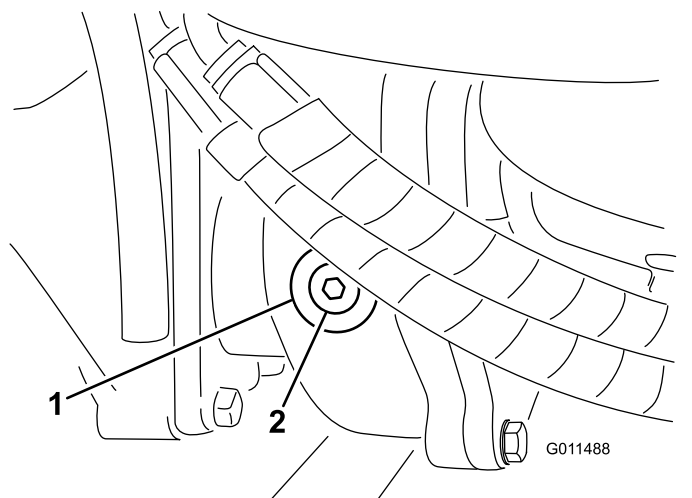

Figure 107
2. Enlevez le bouchon de contrôle/remplissage du côté gauche du boîtier d'engrenages et vérifiez que le lubrifiant atteint la base de l'orifice (Figure 107).